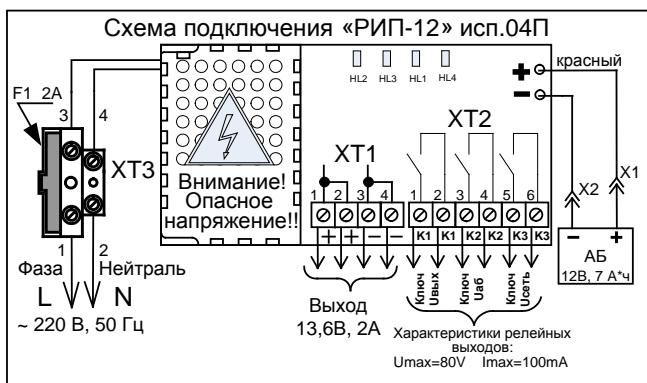

Рисунок 3. Схема подключения «РИП-12 исп.04П»
При подключении проводов внешнего питающего напряжения 220 В к сетевой колодке необходимо соблюдать правильность подключения «фаза» и «нейтраль». Подключение цепей к РИП производить в соответствии с рис. 3.
2.3.1 Проверить правильность произведённого монтажа в соответствии со схемой подключения «РИП-12 исп. 04П» (рис. 3).
2.4.7 При необходимости организации дистанционной сигнализации наличия сетевого напряжения, выходного напряжения и напряжения батареи подключить выходы оптореле K1, K2 и K3 к шлейфам сигнализации приборов согласно рис. 3. Состояния цепей оптореле приведены в таблице 1.